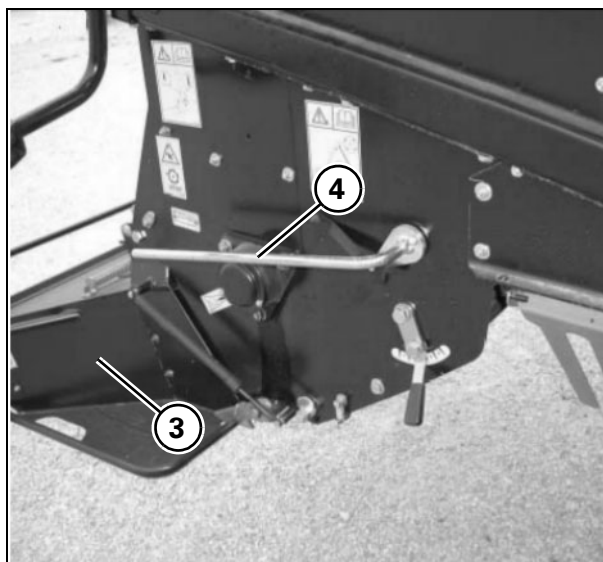
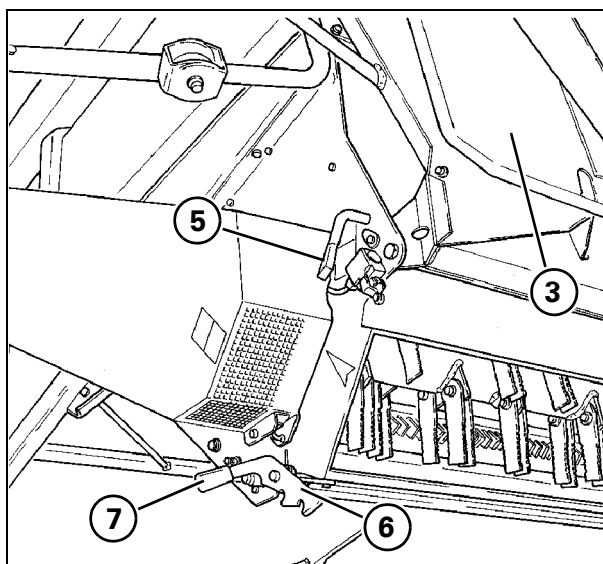
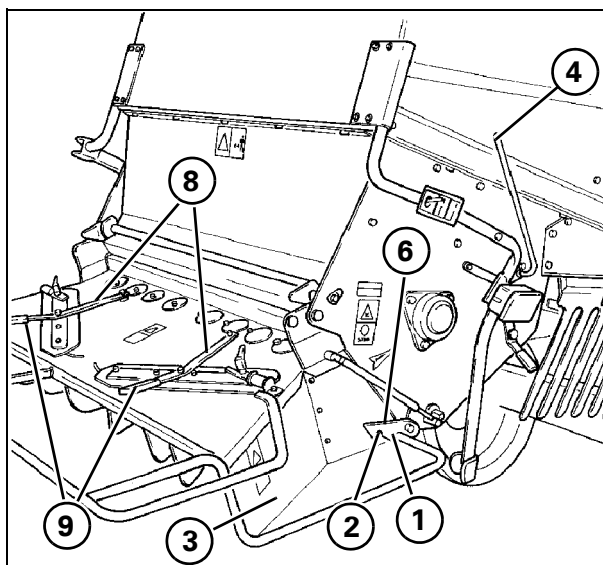

Рис. 17
Рис. 18
Рис. 19
Рис. 17 и Рис. 18
При движении по дорогам ротор соломорезки должен быть заблокирован, а разбрасыватель (3) должен находиться в рабочем положении, как показано на Рис. 17. При буксировке комбайном прицепа жатки, разбрасыватель (3) должен быть направлен вверх, как показано на рис.. Для того чтобы поднять разбрасыватель вверх, отпустите блокировочное устройство (6) при помощи рычага (7), поверните разбрасыватель (3) вверх и закрепите его при помощи блокировочного устройства (5).
#### РАБОЧЕЕ ПОЛОЖЕНИЕ - Рис. 17 – Рис. 19